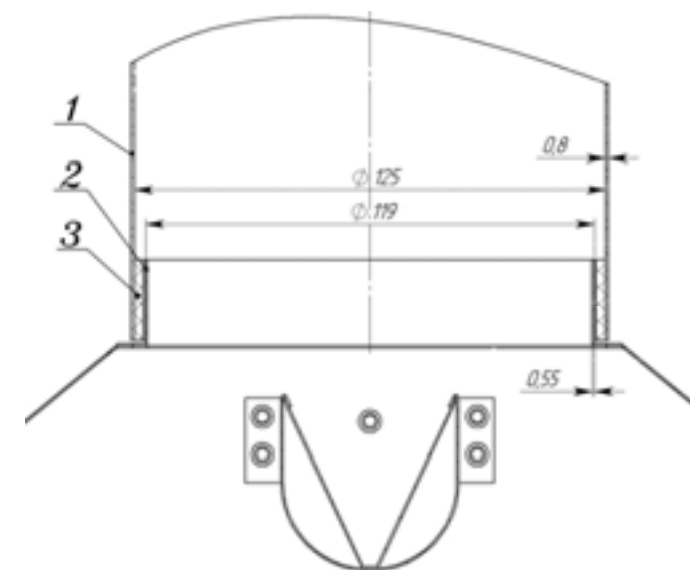

Рисунок 6 Соединение аппарата с газоотводящей трубой
Соединение аппарата с газоотводящей трубой должно быть герметичным, рис. :6.
3.5.2 Варианты правильного и неправильного подсоединения вытяжной трубы показаны на рис. 6